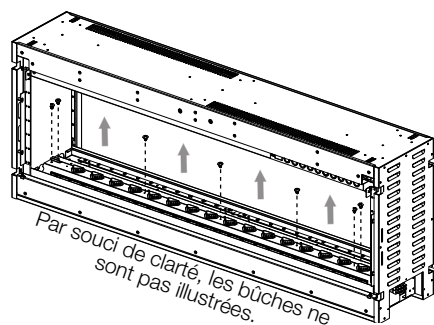

Fig. 4-6
- Retirez les vis de la base/le plateau à média de l'ensemble de bûche. Gardez les vis avec l'ensemble de bûche pour usage ultérieur (**Fig. 4-6**).